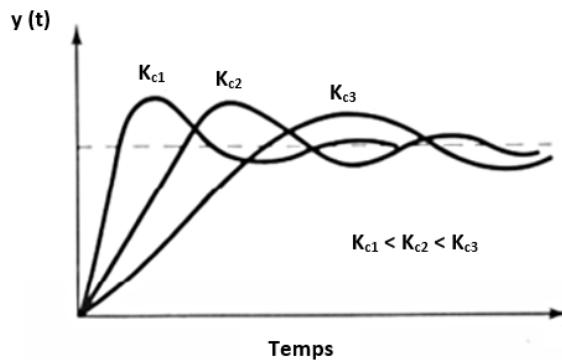

Figura 13: Representació gràfica del comportament d'un controlador amb acció proporcional-integrativa-derivativa [1].
Aquest tipus de controlador actua en funció de la variació de l'error en un diferencial de temps, és a dir, té una resposta anticipativa degut a l'acció derivativa (D). D'aquesta manera, l'acció derivativa provoca una disminució de les oscil·lacions i fa que la resposta del controlador sigui més lenta. Per tant, el valor de la variable controlada serà més pròxim al punt de consigna (*setpoint*), tal i com es pot observar a la **Figura 13**.